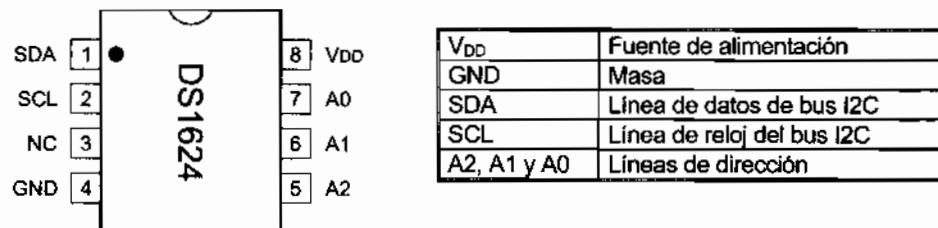

Figura 23-1 Patillaje del sensor de temperatura DS1624
- Fabricado por *Dallas Semiconductors* ([www.dalsemi.com](http://www.dalsemi.com)) en encapsulado de ocho pines como se muestra en la figura 23-1.